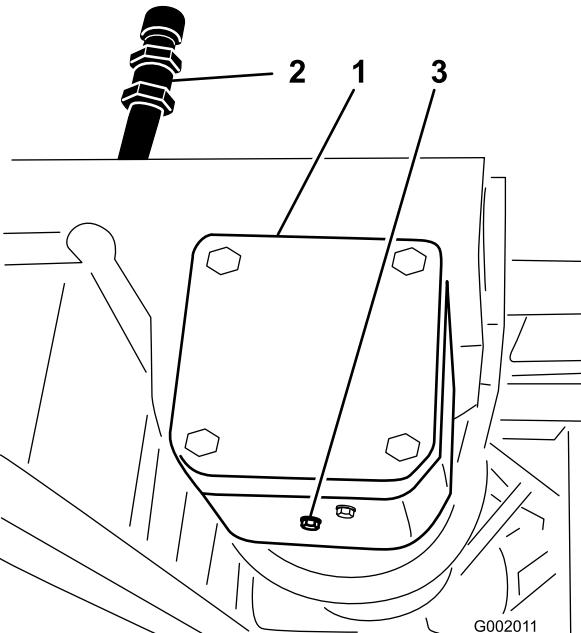

Figura 71
2. Coloque un recipiente debajo del tapón de vaciado de la caja de engranajes de la transmisión de la bomba (Figura 71).
- Retire el tapón de llenado y el tapón de vaciado (Figura 71) y deje fluir el aceite al recipiente.